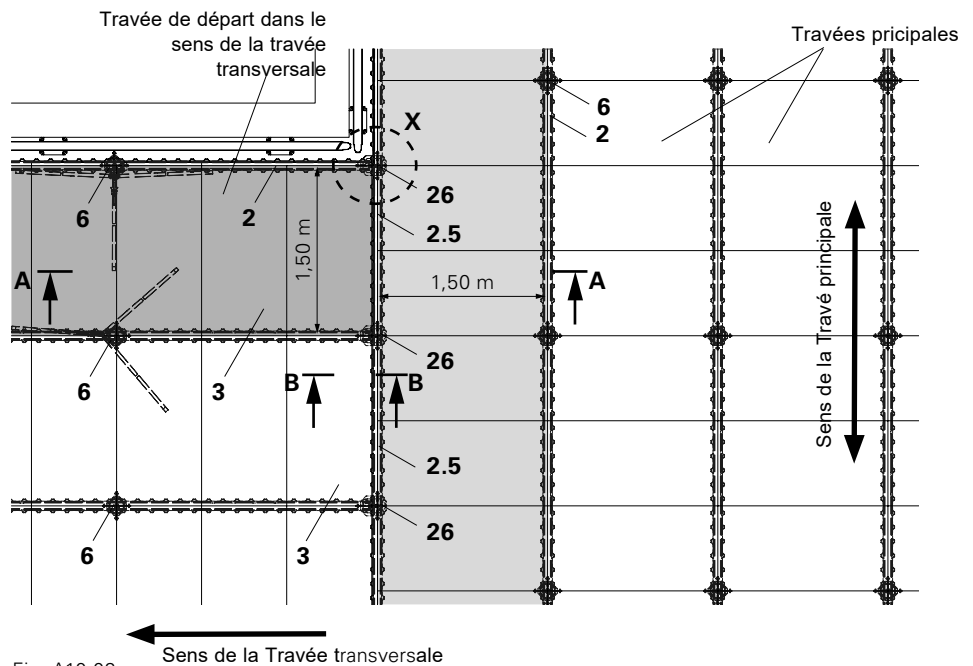

Fig. A10.02
(Fig. A10.02)
1. Installer l'étais de dalle avec Tête d'étais SDKS (26), espacés de 1,50 m et fixés à l'aide de trépied.
2. Monter la poutrelle SLT 150 (2.5) au lieu de la poutrelle SLT 225. (Fig. A10.02 + A10.02a)
Sens de la travée transversale Poursuivre l'assemblage dans le sens de la travée transversale avec l'étais de dalle, la tête d'étais SSK (6) et les poutrelles SLT: voir section A4 Coffrage. (Fig. A10.02 + A10.03) Tenir les étais de dalle avec des trépieds.
4. Installer les panneaux SDP 150 x 75 (3) dans le sens de la travée transversale. (Fig. A10.02)